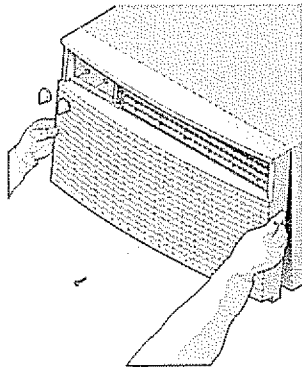
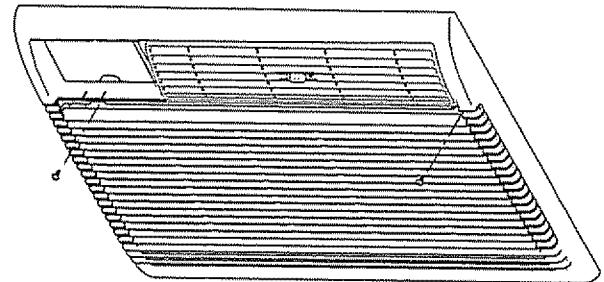

FIG 1
FIG 2
- Instale los tornillos de retención en el fondo del frente (Fig 1), o detrás del asa del filtro (Fig 2)